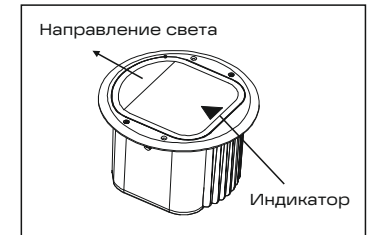

Рис. 2
Внимание! Перед фиксацией монтажного стакана важно предусмотреть его позиционирование для требуемого направления светового потока осветительного прибора в нём. На рассеивателе осветительного прибора нанесен индикатор направления светового потока (рис. 2).
- Включить питание сети и проверить работоспособность прибора. осветительного прибора нанесен индикатор направления светового потока (рис. 2).